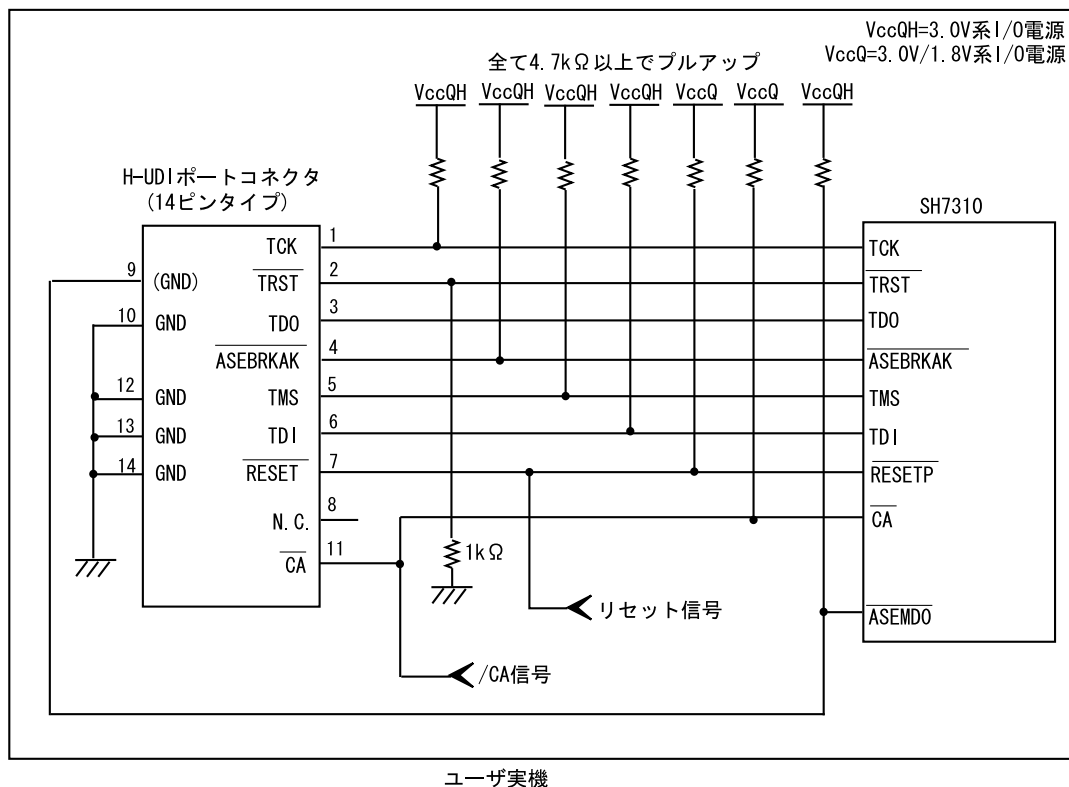

図 1.6 E10A-USB 使用時の H-UDI ポートコネクタ - チップ間の接続例
E10A-USB エミュレータ使用時の H-UDI ポートコネクタ(14 ピンタイプ)とチップ間の推奨接続例を図 1.5、UVCC 未接続時の接続例を図 1.6 に示します。
- E10A-USB エミュレータのスイッチ(SW2=0, SW3=1 側)を切り替えることにより 11pin を /CA 端子として使用することができます。本設定では、UVCC 端子にユーザ電源を供給できませんので、ユーザインタフェースの I/O 電圧は 3.3V 固定となります。このとき、8pin は N.C.(オープン)としてください。(図 1.6 参照)
- 図 1.6 接続例で回路を組んだ場合の E10A-USB エミュレータのスイッチ設定 : SW2=0, SW3=1